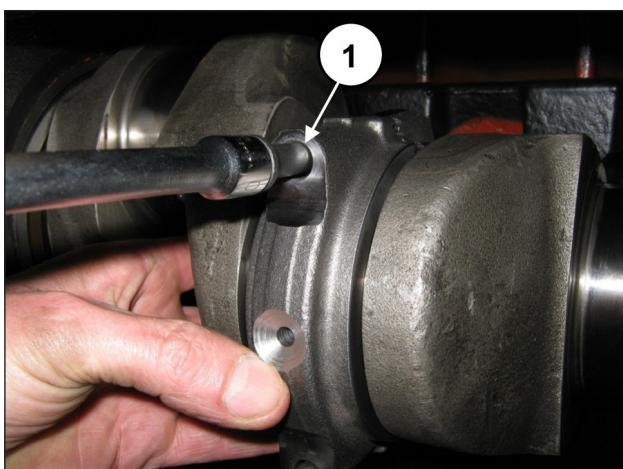

Fig. 70
Fixe as capas nas semi-bielas, mediante os parafusos M10x1,5x80 (pos. ①, Fig. 70).